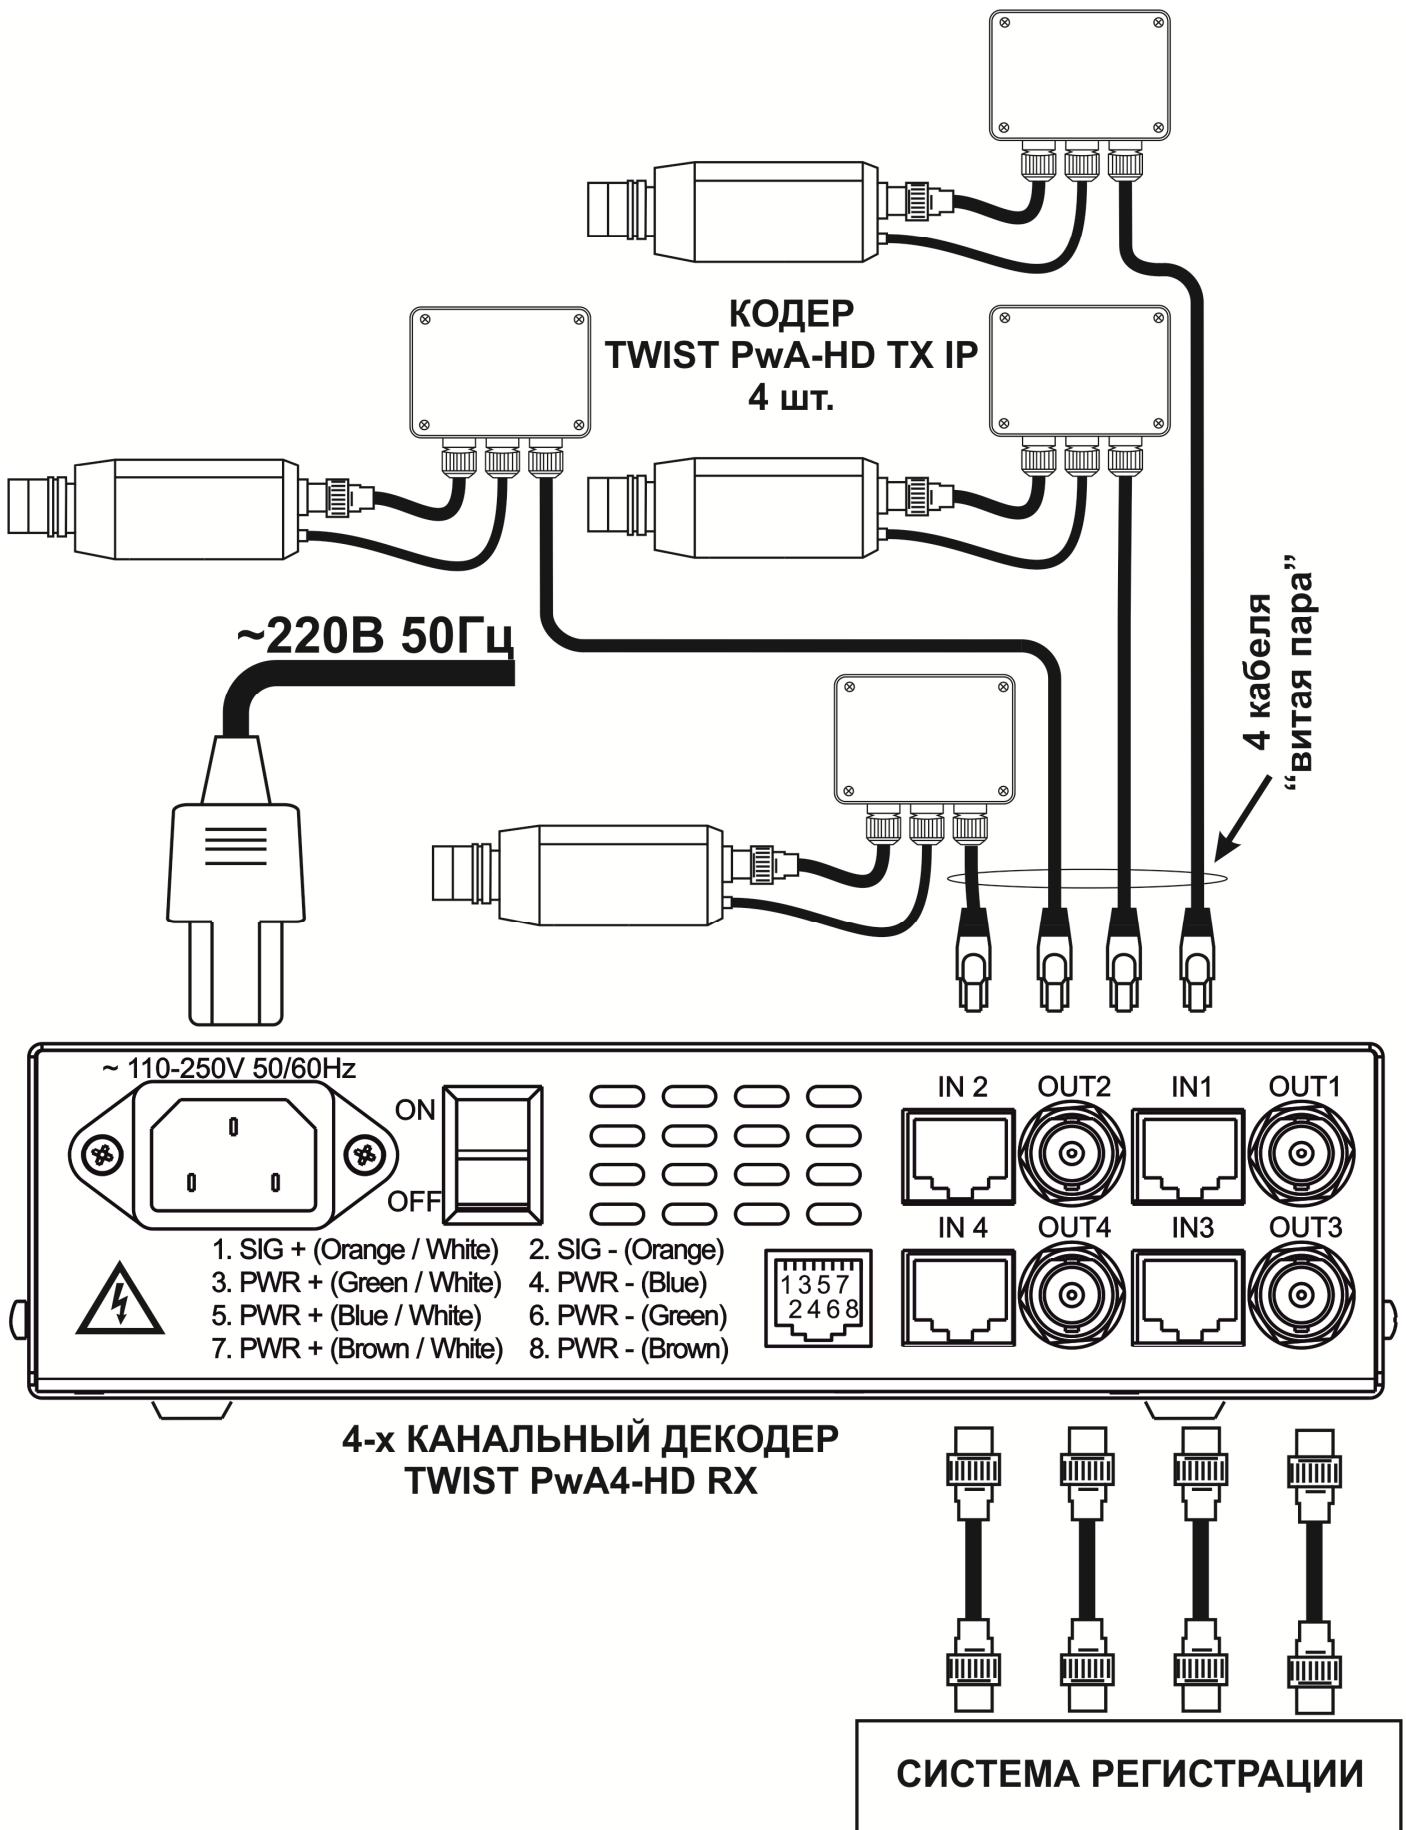

Рис.1 Схема подключения комплекта усилителей TWIST PwA4-HD.
1. Соединение кодера и декодера должно производиться выделенным кабелем симметричной витой пары, изолированным от всех других проводов, а также от любых металлических конструкций. Пример соединения комплекта с использованием кабеля UTP показан на рис.1.
Подключите к выходу декодера аппаратуру регистрации (монитор) согласно рис.1. Подайте питание на комплект и убедитесь, что светодиоды на передней панели блока декодера и платах кодеров зажглись и изображения на всех каналах без искажений и помех.